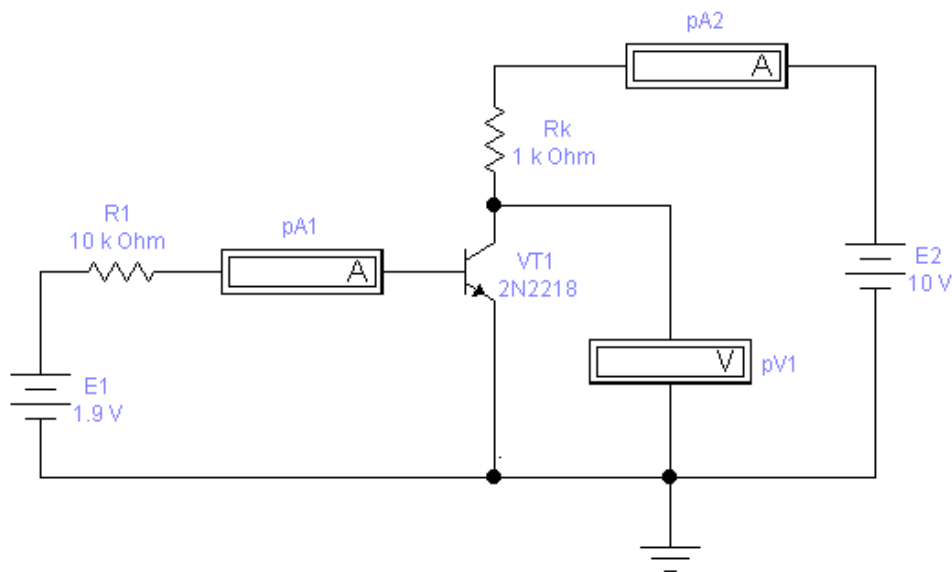

Рисунок 7.1 – Схема транзистора у ключовому режимі роботи
2. Набрати схему на біполярному транзисторі для зняття вольт-амперної характеристики (рис. 7.1).